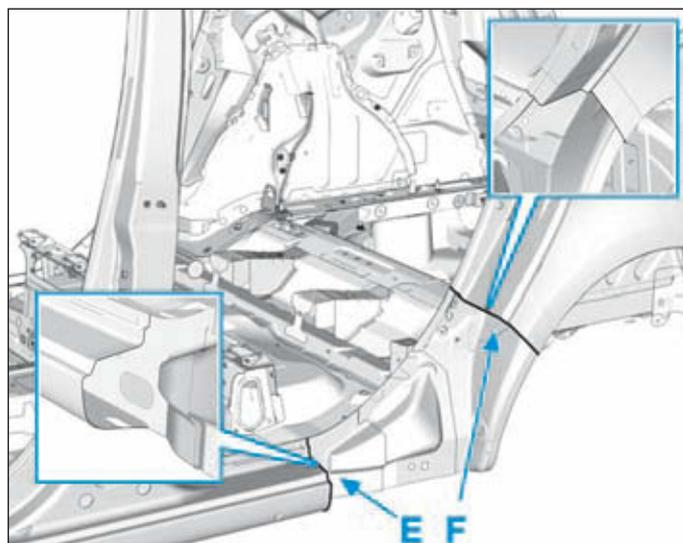

FIG.46
- Tenir compte du détail de coupe (Fig.46).